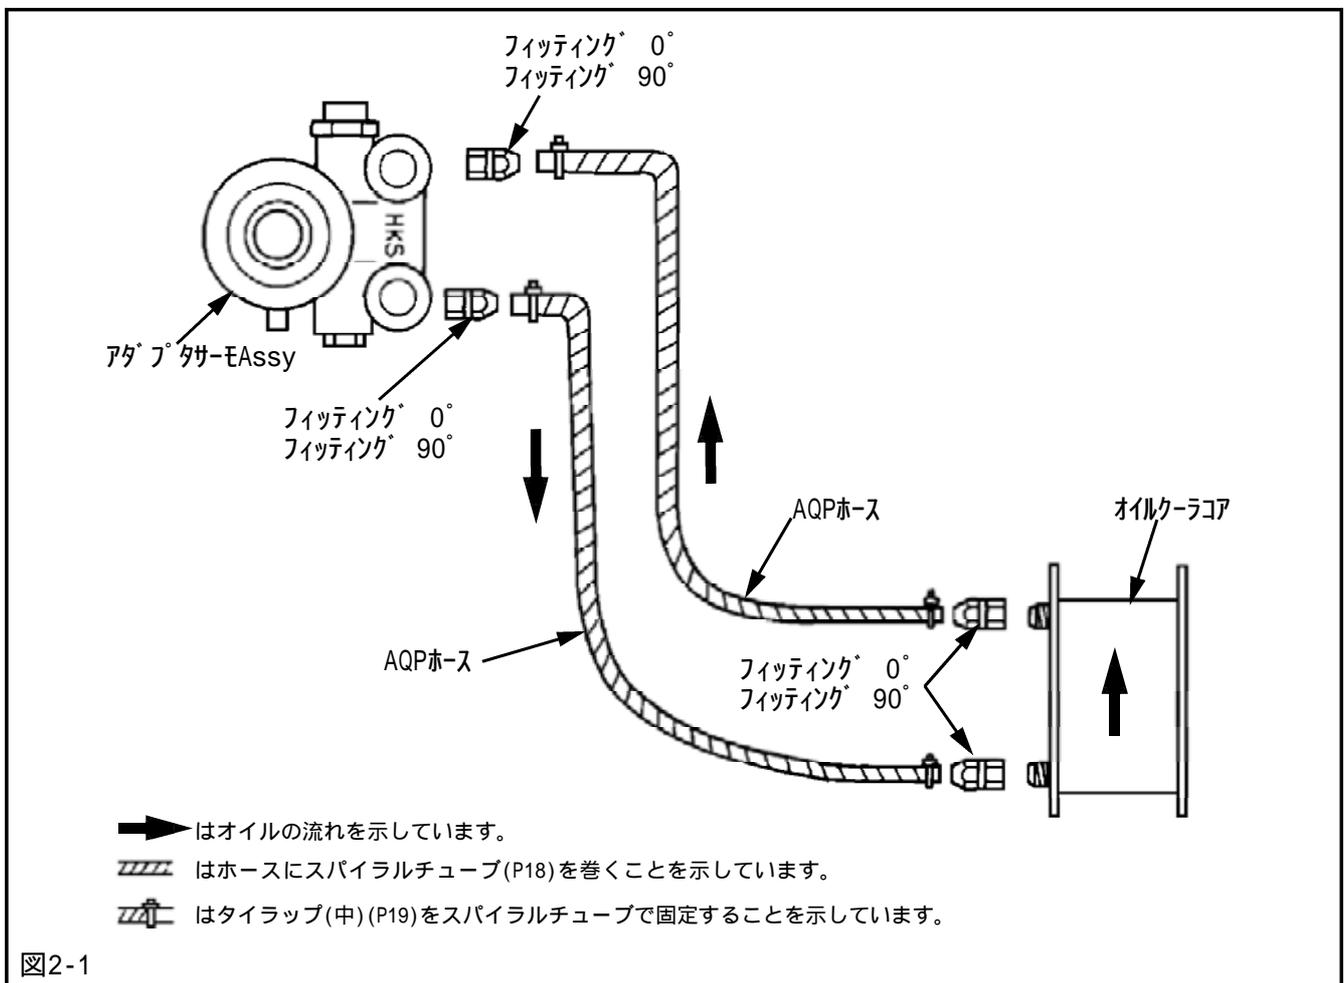

図2-1
- (5)切断したスパイラルチューブをオイルクーラホースに巻付け、タイラップ(中)を使用して両端を固定してください。(図2-1)
- (6)組立てたオイルクーラホースをアダプタサーモAssy,オイルクーラコアに仮付けしてください。(図2-1)
- (7)オイルクーラホースが各部と干渉しないようにアダプタサーモ Assyの位置を調整し、アタッチメントボルトAもしくはアタッチメントボルトBを本締めしてください。
ホース接続方向に間違いがないか確認してください。(図2-1)